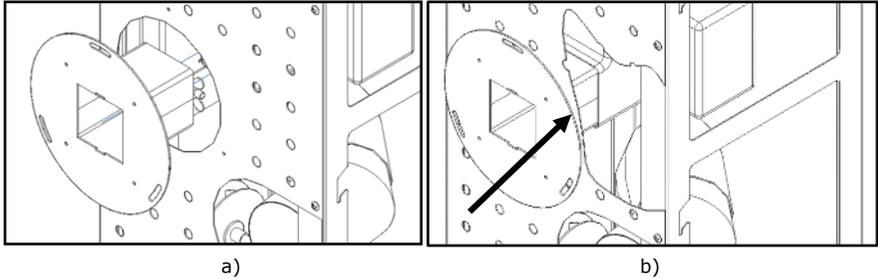

Figura 74 - Encaixe guia ar na salamandra
h) Encaixar o acessório "guia de ar canalizável" nas costas do equipamento, garantindo que este encaixe na parte interna da boca de saída de ar do ventilador (Figura 74-b).